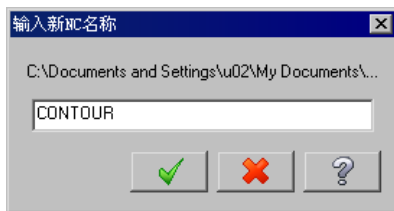

图 9.2.4 “输入新 NC 名称”对话框
Step1. 选择下拉菜单 **刀具路径(T) → 外形铣削... (C)...** 命令，系统弹出图 9.2.4 所示的“输入新 NC 名称”对话框，采用系统默认的 NC 名称，单击 **✓** 按钮，完成 NC 名称的设置，同时系统弹出“串连选项”对话框。